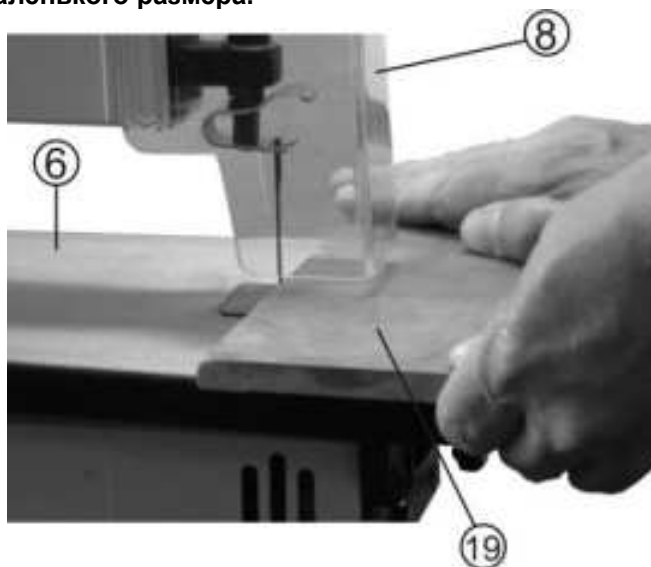

Рис. 7
11.1.3. Убедитесь, что ограждение пильного полотна (8) опущено, а рабочий стол (6) не загроможден инструментами или другими предметами, Рис.7.
11.1.4. Используйте заготовку (19) при регулировке ограждения пильного полотна для корректировки высоты, Рис.7. Ограждение пильного полотна должно находиться как можно ближе к заготовке, не касаясь ее.
11.1.7. Двумя руками осторожно положите заготовку (19) на рабочий стол (6), Рис.7.
11.1.8. Прижмите заготовку (19) к рабочему столу (6) и медленно подавайте ее на пильное полотно, Рис.7.